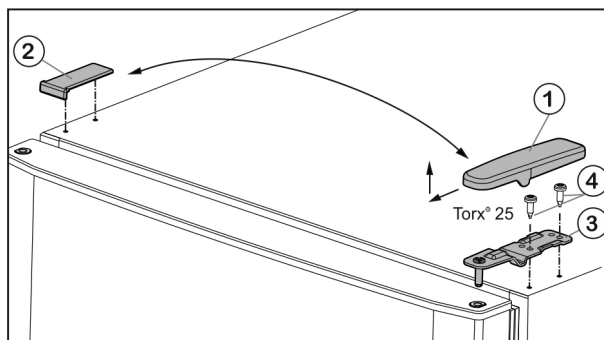

Fig. 5
- ▶ Retirer le cache Fig. 5 (1) par l'avant et le haut.
- ▶ Soulever le cache Fig. 5 (2).
- ▶ Dévisser le support de palier supérieur Fig. 5 (3)(2) fois Torx® 25) Fig. 5 (4) et le retirer par le haut.
- ▶ Placer le support de palier supérieur Fig. 5 (3) sur le nouveau côté de la charnière et dans la porte.
- ▶ Revisser le support de palier (en appliquant un couple de 4 Nm) (2 Torx® 25) Fig. 5 (4). Utiliser au besoin une visseuse sans fil.
- ▶ Replacer le cache Fig. 5 (1) du côté opposé par l'extérieur et l'enclencher.
- ▶ Replacer le cache Fig. 5 (2) du côté opposé par le haut et l'enclencher.